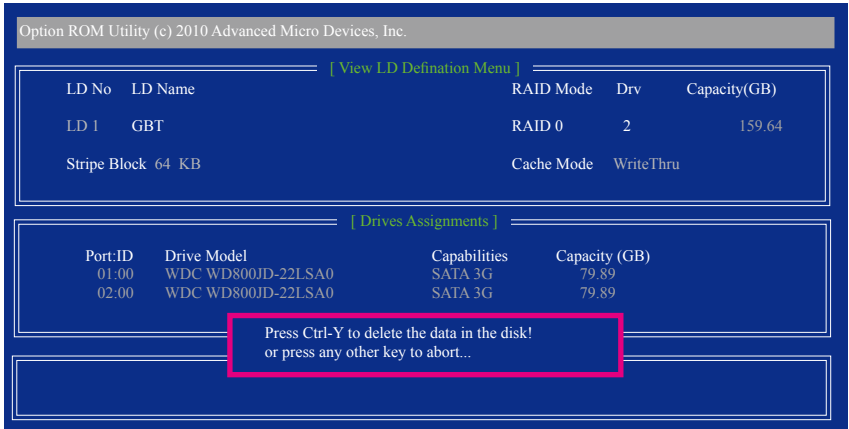

图10
- 2. 之后您将进入如图10的「View LD Defination Menu」窗口。在此窗口里您可以看到包含在此磁盘阵列的磁盘成员。若您确定要删除该磁盘，请按<Ctrl>+<Y>键或按任意键取消。